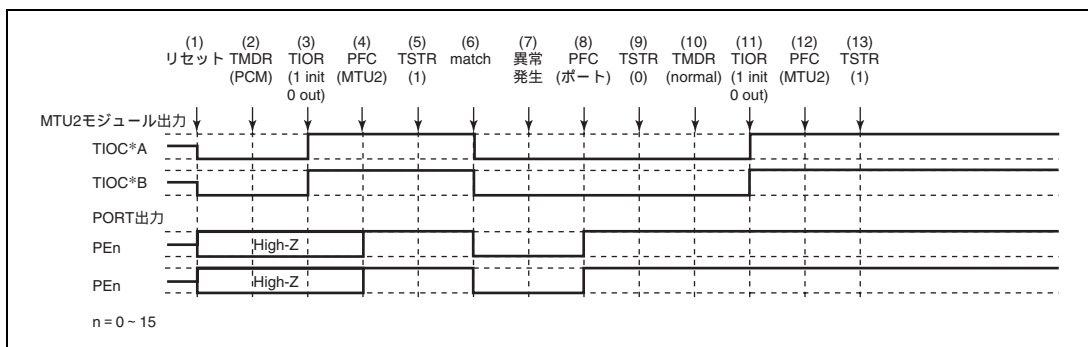

図 11.155 位相計数モードで異常が発生し、ノーマルモードで復帰する場合
位相計数モードで異常が発生し、再設定後ノーマルモードで再スタートする場合の説明図を図 11.155 に示します。
(1) ~ (9) は図 11.155 と共通です。
(10) PWM モード 1 を設定します。
(11) TIOR で端子を初期化してください (PWM モード 1 では TIOC*B 側は初期化されません)。
(12) PFC で MTU2 出力としてください。
(13) TSTR で再スタートします。
(19) 位相計数モードで動作中に異常が発生し、PWM モード 2 で再スタートする場合の動作
(10) PWM モード 2 を設定します。
(11) TIOR で端子を初期化してください (PWM モード 2 では周期レジスタの端子は初期化されません)。
(20) 位相計数モードで動作中に異常が発生し、位相計数モードで再スタートする場合の動作
- (1) ~ (9) は図 11.155 と共通です。
- (10) 位相計数モードで再スタートする場合には必要ありません。
- (11) TIOR で端子を初期化してください。
- (12) PFC で MTU2 出力としてください。
- (13) TSTR で再スタートします。
(21) 相補 PWM モードで動作中に異常が発生し、ノーマルモードで再スタートする場合の動作